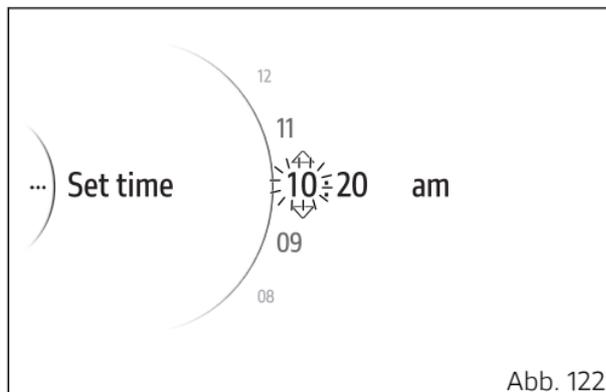

Abb. 122
- Anhand der Tasten (1) und (2) über das Interactive Menu die Angabe „Setting menu“ markieren, dann die Taste ENTER (3) drücken.
- Die Angabe „Date and time“ markieren, dann auf ENTER (3) drücken.
- Die Angabe „Set time“ markieren, dann auf ENTER (3) drücken.
Die Uhrzeit blinkt und wird mit zwei Pfeilen, oben und unten, angezeigt. Auch die verfügbaren Werte (Abb. 122) werden angezeigt. Über die Tasten (1) und (2) ist das Scrollen und Wählen des gewünschten Werts möglich. Zum Bestätigen und für den Übergang auf den nächsten Parameter auf ENTER (3) drücken.